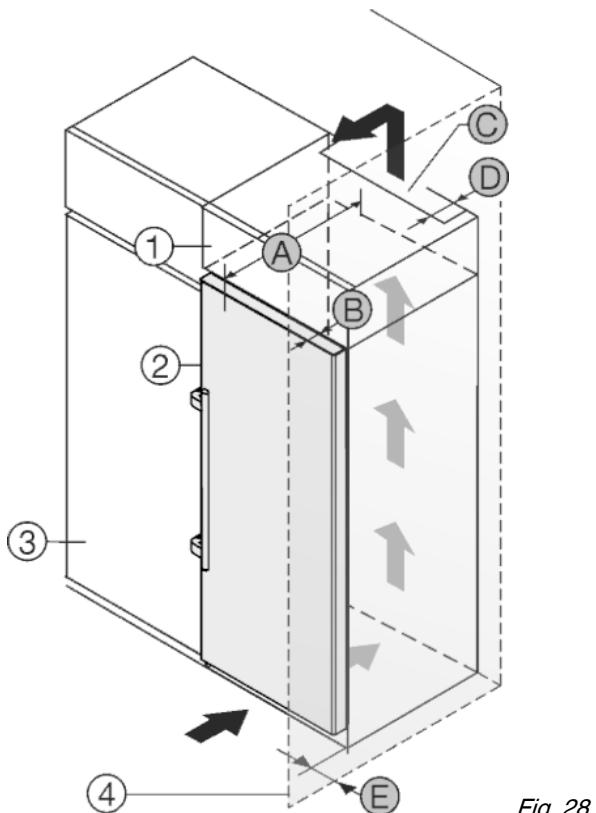

Fig. 28
Устройство может быть окружено кухонными шкафами. Чтобы уравнять устройство Fig. 28 (2) по высоте с кухонной стенкой, можно установить над устройством дополнительный шкафчик Fig. 28 (1).
Установить устройство можно непосредственно рядом с кухонным шкафом Fig. 28 (3). Чтобы можно было полностью открыть двери, устройство должно выступать на глубину Fig. 28 (B) относительно передней стены кухонного шкафа. В зависимости от глубины кухонных шкафов и использования пристенных распорок устройство может выступать и больше.
- На задней стенке дополнительного шкафчика должен быть вентиляционный канал с глубиной Fig. 28 (D) по всей ширине этого шкафа.
- Нужно соблюдать вентиляционное отверстие Fig. 28 (C) под нижней панелью.
Если устройство установлено на шарнирах у стены Fig. 28 (4), то нужно соблюдать расстояние Fig. 28 (E) между устройством и стеной. Настолько выступает ручка при открытой дверце.